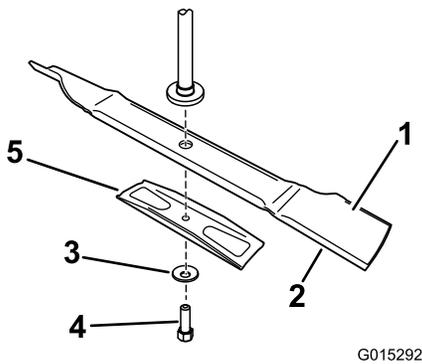

Bild 46
Halten Sie das Ende des Messers mit einem stark wattierten Handschuh oder wickeln Sie einen Lappen um es herum. Entfernen Sie die Messerschraube (nach links drehen), Wellenscheibe, Messerverstärkung und das Messer von der Spindelwelle (Bild 46).
- Montieren Sie die Messerverstärkung, die Wellenscheibe (Schalenseite zum Messer) und die Messerschraube (nach rechts drehen) (Bild 46).
- Setzen Sie das Messer auf die Spindelwelle (Bild 46).